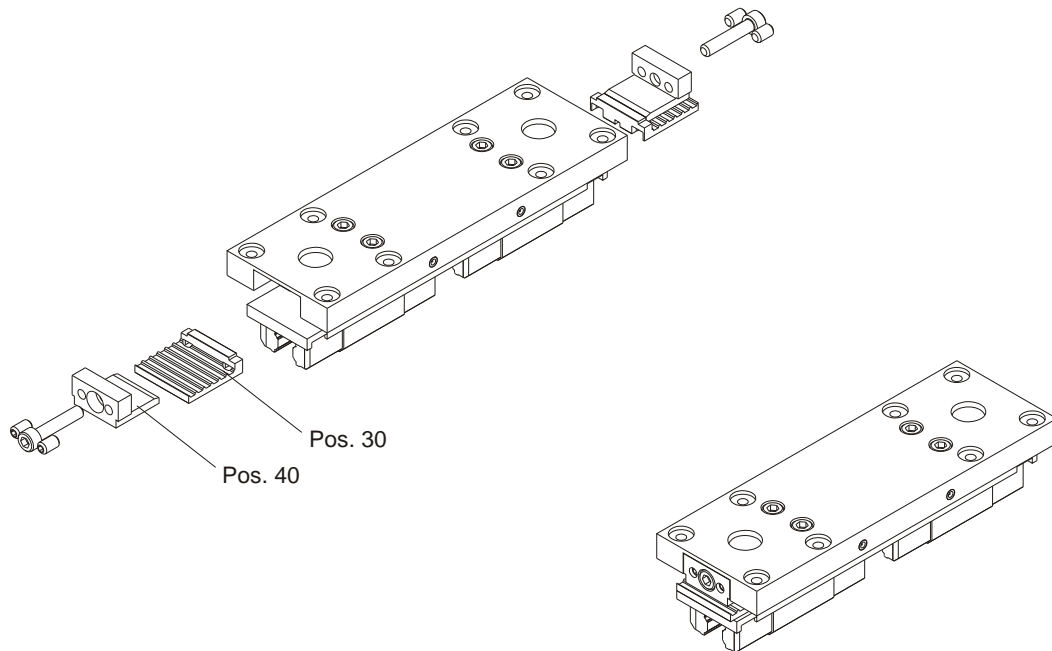

Abbildung 28: Zahnsegment
- (4) Entfernen Sie den defekten Zahnriemen und legen Sie einen neuen Zahnriemen ein.
- (5) Setzen Sie den Zahnriemen in das Zahnsegment ein (siehe Position 30, *Abbildung 28*).
- (6) Schrauben Sie das Drückstück auf beiden Seiten ‚auf Block‘ fest (siehe Position 40, *Abbildung 28*).
- (7) Bringen Sie die Abdeckungen wieder an.